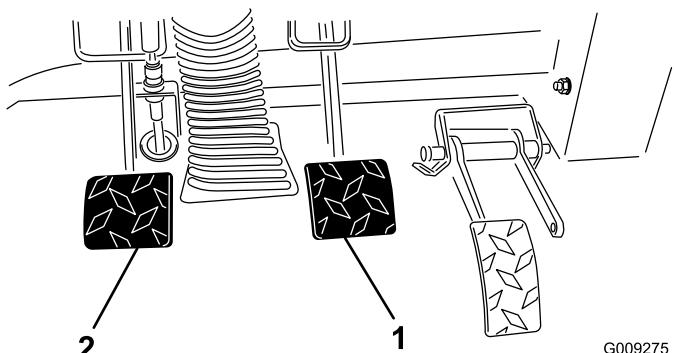

Bild 65
- Heben Sie das Bremspedal an (Bild 65), bis es den Rahmen berührt.